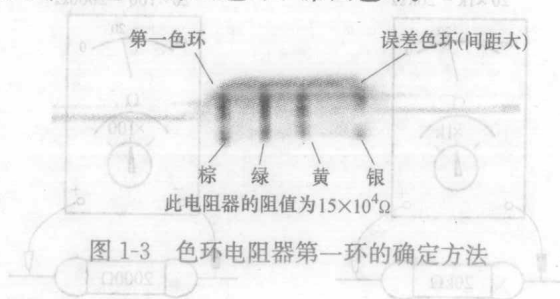

图 1-3 色环电阻器第一环的确定方法
- 1) 误差色环的颜色在电阻器的一端，业余电子制作中对电阻器的精度要求又不高，所以误差色环的颜色一般都是金、银或无色，且一般误差色环与有效色环的间距大些，如图 1-3 所示。